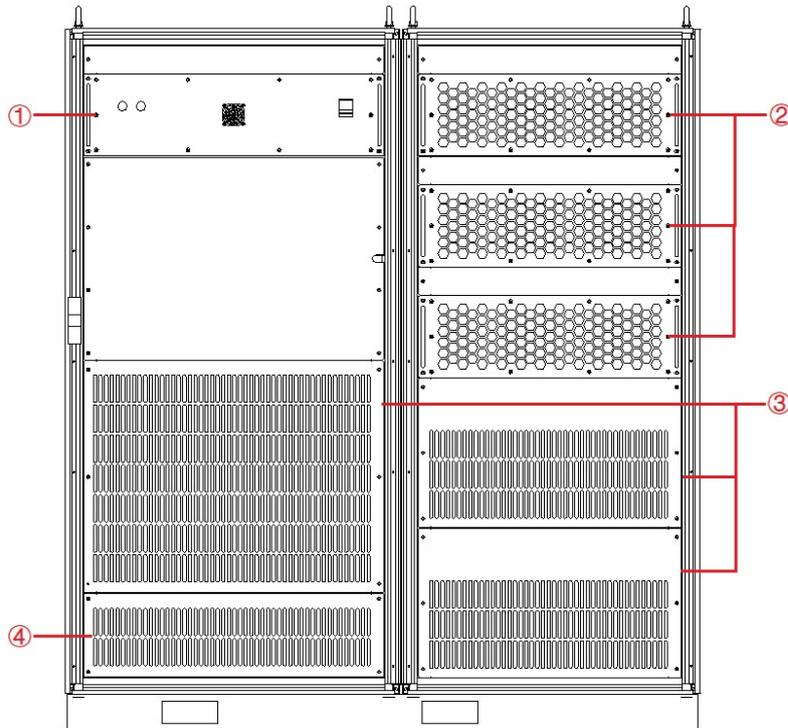

图 1-4 内部结构
如图 1-4 所示, 以 ESA 200-300-300 为例, ESA 系列内部模块依次是, ①控制模块, ②功率模块, ③其他输入、输出元器件, ④接线端子+其他接口。